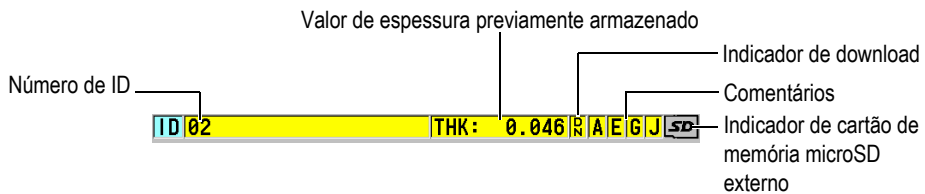

Figura 3-2 Barra ID
A barra de identificação, localizada na parte superior da tela de medição, contém o ID do local real da medição de espessura, o valor armazenado anteriormente e os comentários (veja Figura 3-2 na página 48). O indicador de download (R) aparece quando a medição da espessura, previamente armazenada, provém de um arquivo ao invés de uma leitura recém-adquirida.